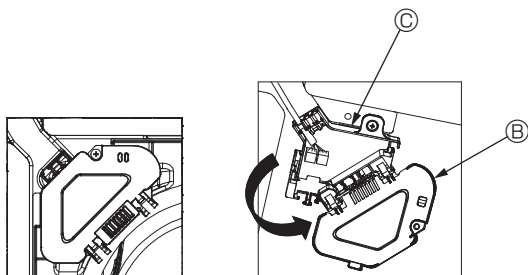

Fig. 4-5
- ③ Die Befestigungsschraube des Anschlusskastendeckels entfernen und den Deckel öffnen. (Fig. 4-5)
- ④ Den Verbindungskabelstecker in den Anschlusskasten einsetzen.
- ⑤ Die Kabelabdeckung und den Anschlusskastendeckel anbringen.